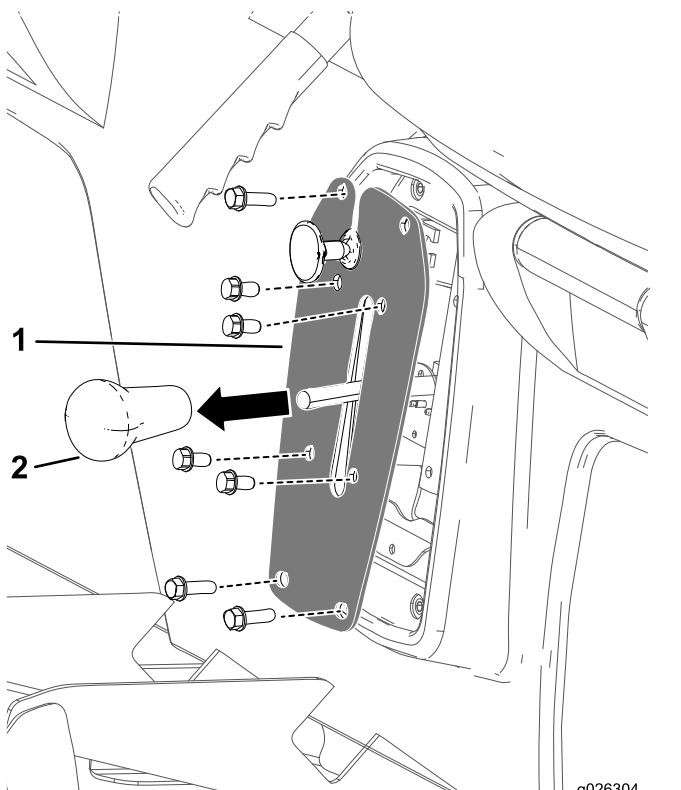

Bild 42
1. Nehmen Sie das Handrad vom Ganghebel ab (Bild 42).
2. Entfernen Sie die vier Schrauben, mit denen die Gangschaltungsplatte an der Gangschaltungshalterung befestigt ist (Bild 42).
3. Entfernen Sie die vier Schrauben, mit denen die Gangschaltungsplatte am Sitzunterteil befestigt ist, und nehmen Sie die Gangschaltungsplatte ab (Bild 42).
4. Schrauben Sie das Handrad auf den Ganghebel und ziehen es mit der Hand an (Bild 42).